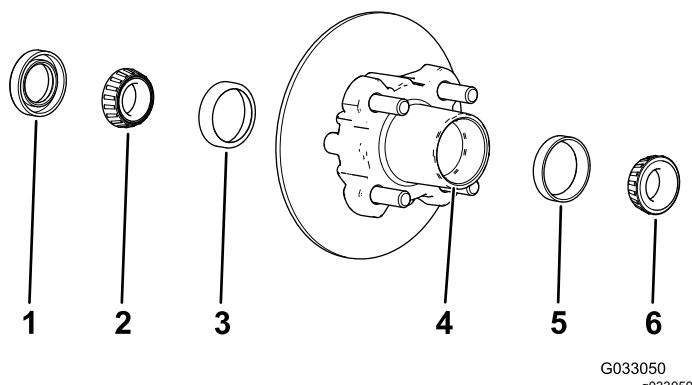

Рисунок 35
5. Очистите полость ступицы от всей консистентной смазки, грязи и мусора (Рисунок 35).
7. Заполните полость ступицы на 50–80% консистентной смазкой указанного типа (Рисунок 35).
8. Установите внутренний подшипник на кольцо с внутренней стороны ступицы и установите уплотнение (Рисунок 35).
1. Снимите наружный подшипник и кольцо подшипника со ступицы (Рисунок 35).
2. Снимите уплотнение и внутренний подшипник со ступицы (Рисунок 35).